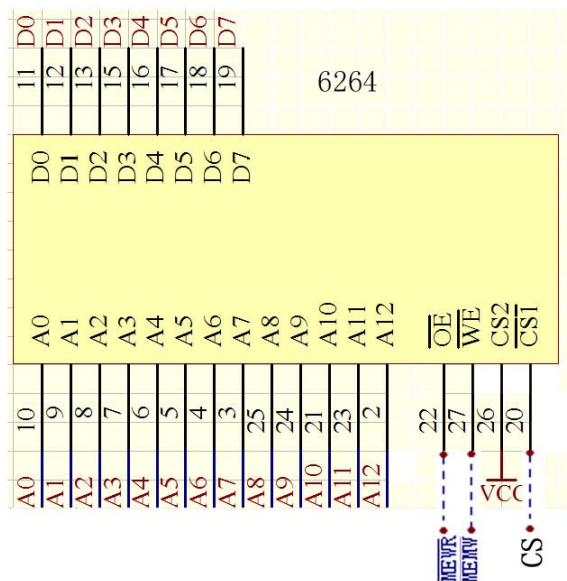

图4-11-1
- 1、按照图4-11-1将实验箱通用插座D区6264连接好。编程将实验箱的6264缓冲区D4000H, 偏移量为0的一块数据循环写入字符A~Z, 用Block MODE DMA方式传送到实验箱的6264的缓冲区D4A00H上, 并察看送出的数据是否正确。